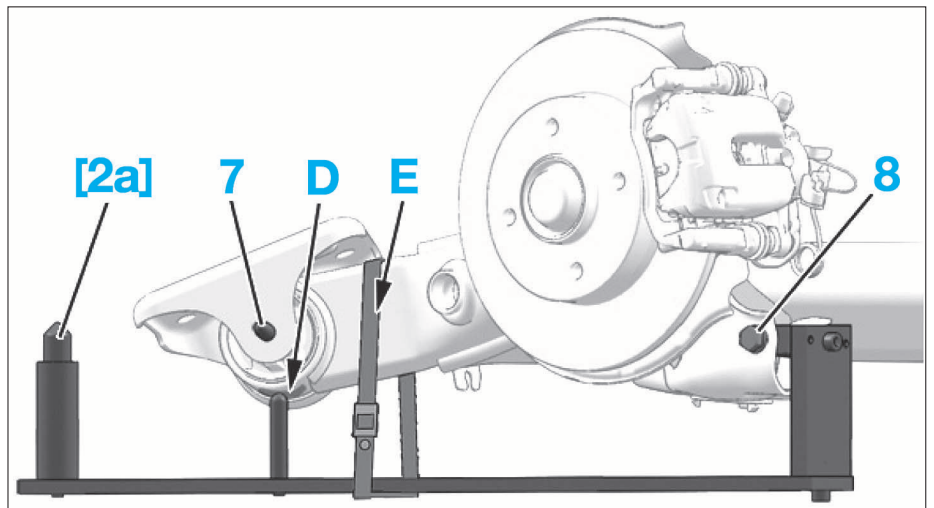

FIG. 50
- De chaque côté (Fig.50) :
- desserrer la vis (7)
- monter l'outil [2a] sur la fixation inférieure de l'amortisseur à l'aide de la vis (8)